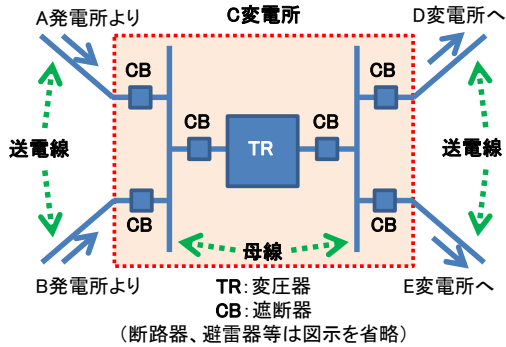

図 32 集めて分配するための母線
そのために、C 変電所では具体的にどのような工夫をするのでしょうか。それを示したのが、図 32 です。A、B 発電所から送電線を介して送られてきた電気は、遮断器 (CB) を介して母線と呼ばれる左側の線に接続されます。そして、変圧器 (TR) を通って右側の母線に接続され、そこから D、E 変電所に送り出されていきます。そうすれば A、B どちらの発電所で起こした電気も、D、E 変電所を介して二つの需要地に送ることができます。電力の供給信頼度が上がります。